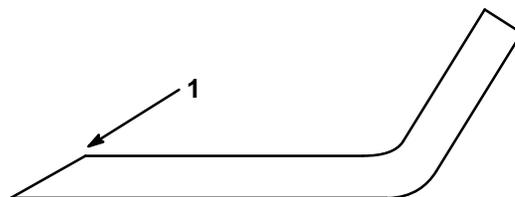

Figure 37
1. Au moyen d'une lime, aiguiser les arêtes de coupe aux deux bouts de la lame (Fig. 37) en veillant à conserver l'angle de coupe d'origine. Limer la même quantité de métal sur chacune des deux arêtes pour ne pas déséquilibrer la lame.